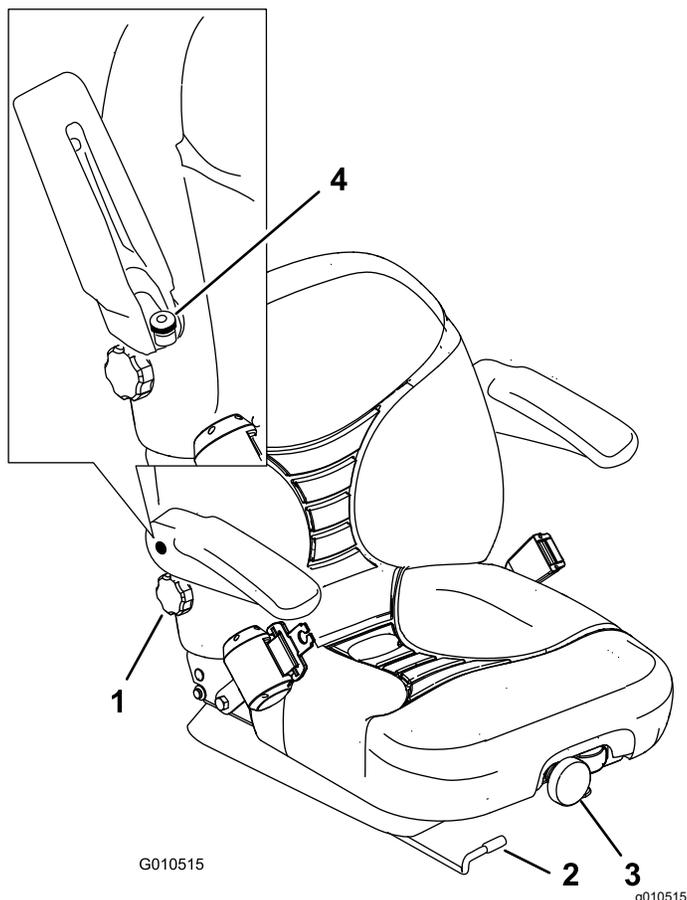

図 34
1. 調整は、レバーを横に動かしてシートのロックを解除して行う 図 34。
調整は、前部についているノブを回して最も乗り心地が良い位置にセットします 図 34。
調整は、アームレストを上げ、ノブを回して行います 図 34。